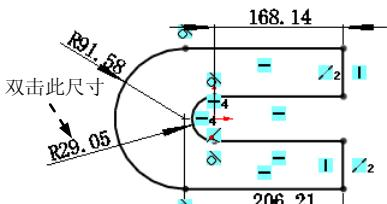

图 4.13.16 添加并修改尺寸值
选择下拉菜单**工具(T) → 尺寸(S) → 智能尺寸(S)**命令，添加图 4.13.16 所示的尺寸约束。
Step1. 双击如图 4.13.16 所示的半径尺寸，在系统弹出的“修改”对话框中输入数值